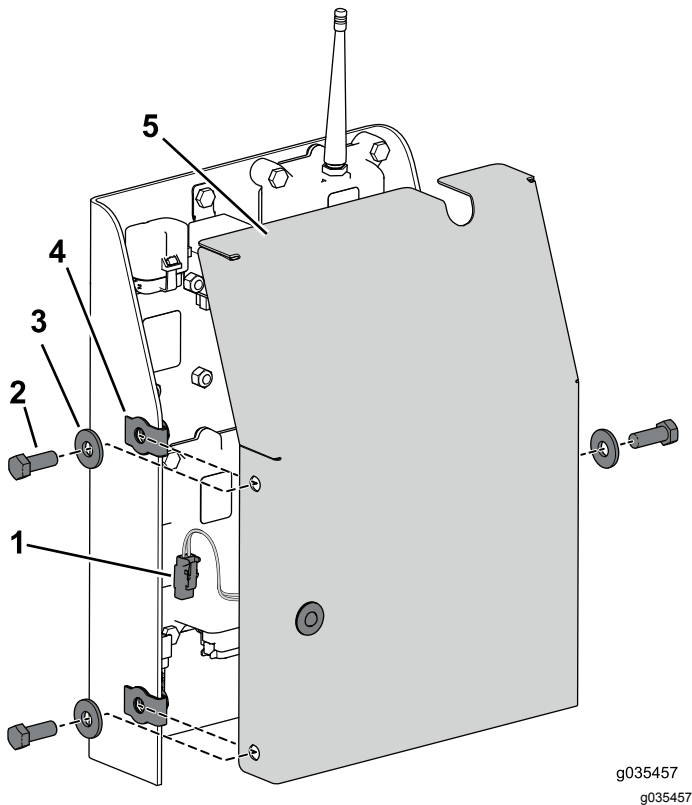

Figure 26
1. Connectez le témoin au faisceau de câblage (Figure 26).
2. Fixez le couvercle au compartiment à l'aide du boulon (3/8 x 1") et de l'écrou que vous avez retirés précédemment (Figure 26).